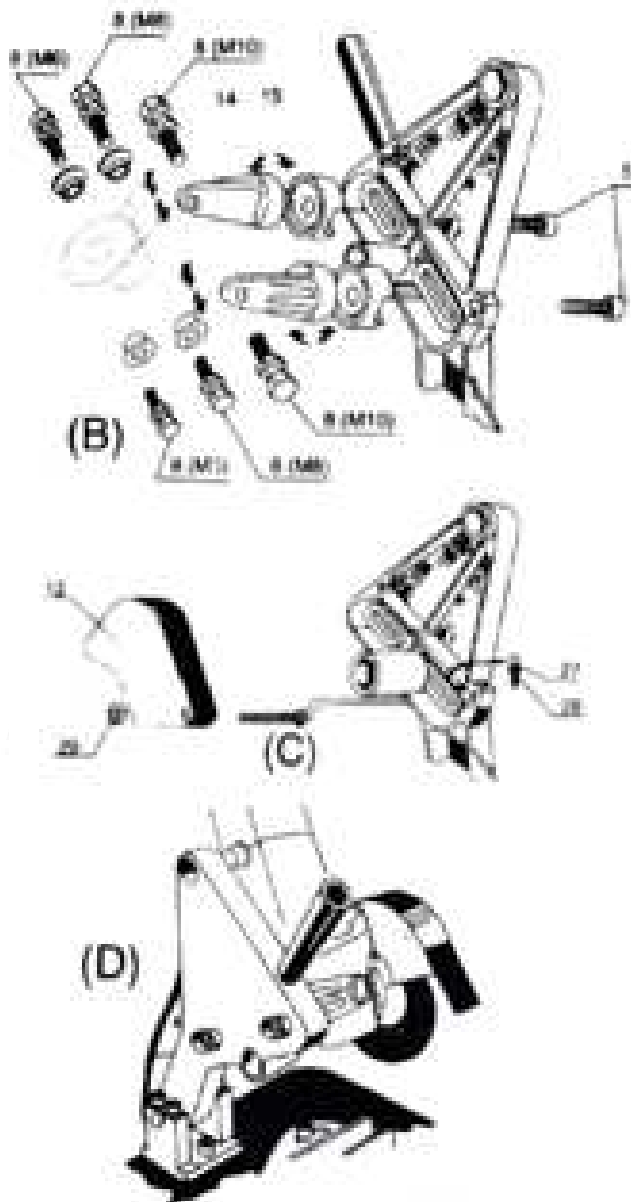

Рис. 1
1. Закрепите кронштейн (2) на станине (1) и с помощью шайб (3) и затяните болтами (4).
2. Закрепите верхние / нижние регулировочные винты (7) и (13) в верхних/нижних отверстиях стойки.
3. Закрепите два держателя УШМ (14) и пластиковые шайбы (15) на стойке, затянув болты (5).
4. Закрепите рукоятку (10) на стойке с помощью шайбы (21) и прилагаемой гайки.
5. Закрепите УШМ на стойке винтами (8) и гайками (9).
В комплекте 3 различных диаметра винтов (8) и гаек (9) (М6, М8 и М10). Выберите подходящие винты, которые соответствуют фиксирующей гайке угловой шлифовальной машины. Для использования винтов М6, М8 дополнительно закрепите прилагаемое пластиковое кольцо на держателе (рис.1).
6. Отрегулируйте регулировочные винты (7) и (13), чтобы режущий диск был вертикально относительно станины, а угловая шлифовальная машина надежно закреплена.
7. Нажмите на рукоятку и проверьте, чтобы режущий диск попадал в отверстие для резки на станине. Если не попадает, то ослабьте винты (4) и отрегулируйте положение кронштейна основания.
8. Закрепите защитный кожух согласно рис.1 (части С и D).